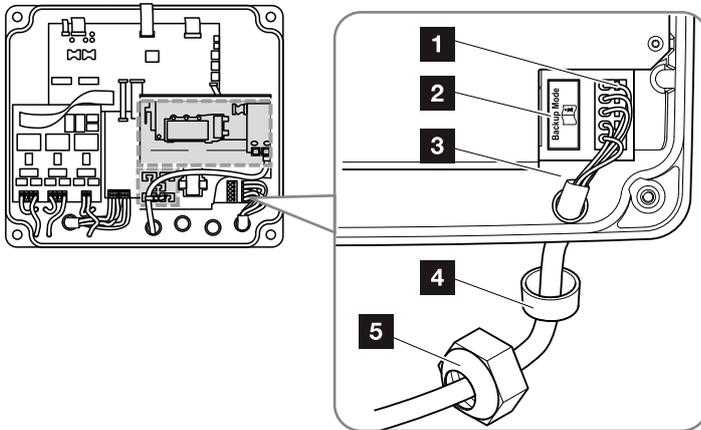

Abb. 21: Netzzuleitung am Wechselrichter anschließen
7. Die Adern der Netzzuleitung entsprechend der Beschriftung an der AC-Anschlussklemme anschließen.   **Abb. 21, Pos. 1**